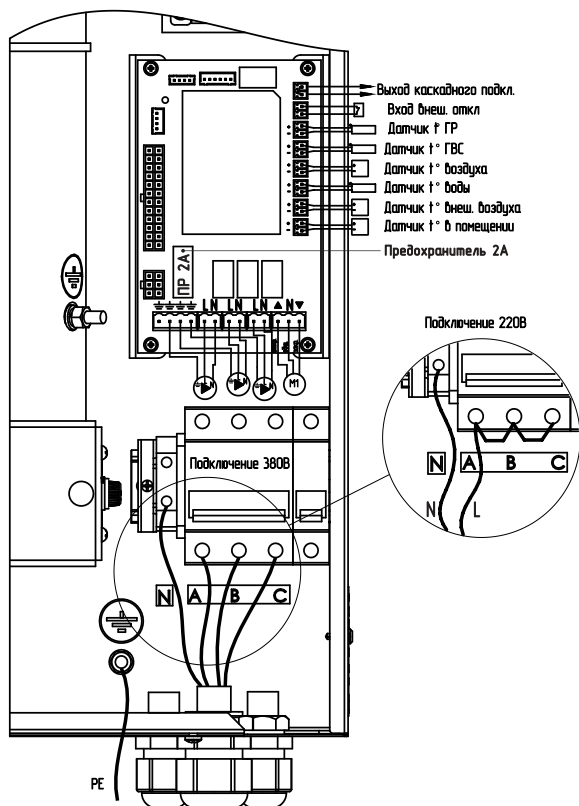

Рис. 3 Схема подключения электроводонагревателя
Схема присоединения электроводонагревателя к питающей сети, датчикам температуры, циркуляционному насосу и клапану приведена на Рис.3.
• Подключить электроводонагреватель к трехфазной сети переменного тока 380 В, 50 Гц, для этого присоединить рабочий нулевой провод на клемму нейтраль (N) электроводонагревателя, фазные провода на клеммы А, В, С вводного автомата. Защитный нулевой провод (РЕ) подключить на болт «ЗАЗЕМЛЕНИЕ» см. Рис.3;
• При питании электроводонагревателя от однофазной сети переменного тока 220 В, 50 Гц присоединить рабочий нулевой провод на клемму нейтраль (N) электроводонагревателя, а фазный на клеммы А, В, С вводного автомата, защитный нулевой провод (РЕ) должен подключаться к клемме «ЗАЗЕМЛЕНИЕ» см. Рис.3. Для соединения клемм А, В, С вводного автомата в комплекте имеется специальная перемычка (только для GTM Classic E200 от 4,5 до 9 кВт), которая устанавливается на вводных клеммах автомата (см. Рис.3);
• Присоединить датчики температуры воздуха помещения (tдатч1) и на улице (tдатч2) к колодкам на блоке управления, проводом с сечением не менее 0,5 кв.мм и длиной до 20 м как показано на Рис.3. Необходимо строго соблюдать полярность, обозначенную на схеме при подключении датчиков температуры. Маркировка проводов датчиков температуры воздуха: красный (+), синий (-).
- Присоединить провода (L,N,заземление) от насосов к соответствующим контактам на клеммной колодке котла как показано на Рис.3. Мощность, потребляемая каждым насосом не должна превышать 200 Вт.
- При необходимости присоединить провода (откр_общ_закр) от двигателя трехходового смешивающего клапана к соответствующим контактам на клеммной колодке котла как показано на Рис.3. Мощность двигателя привода не должна превышать 20 Вт при напряжении ~220 В.